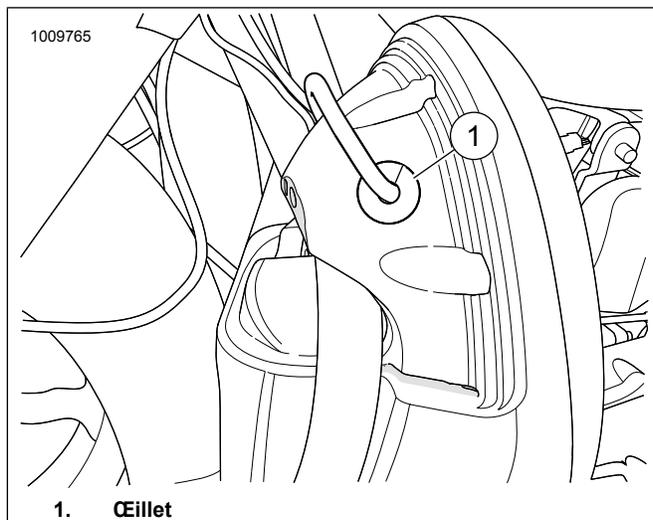

Figure 16. Carénage inférieur illustré
- 13. Voir la figure 16. Déposer l'œillet du fil de haut-parleur (1) du carénage inférieur.